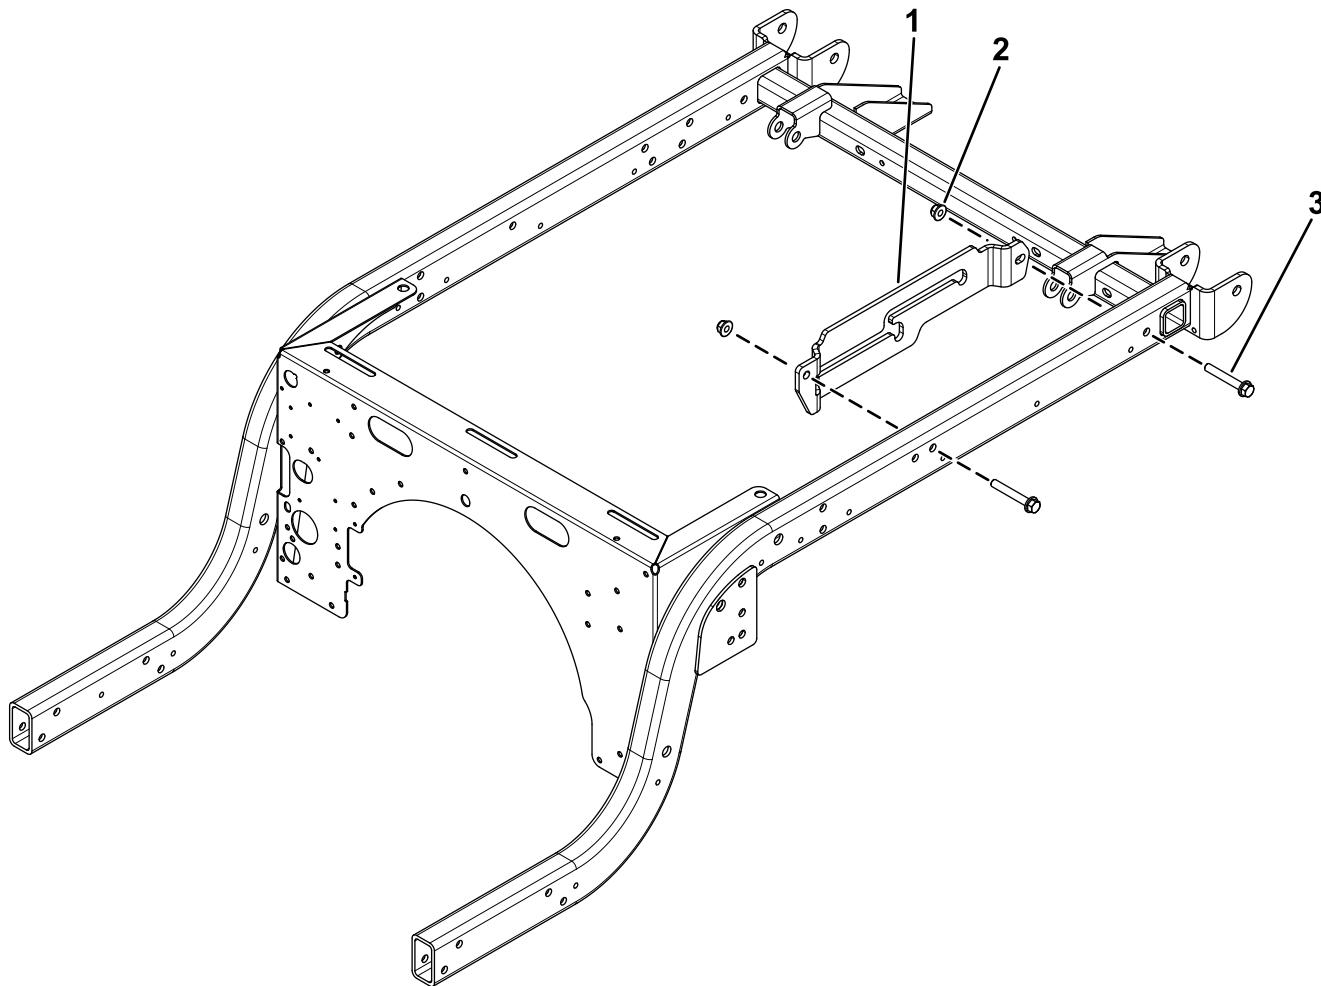

Figura 3
1. Prenda o suporte da barra de apoio à estrutura da máquina utilizando dois parafusos de cabeça sextavada (3/8 x 2 1/2 pol.) e duas porcas de bloqueio (3/8 pol.) como se mostra na Figura 3.